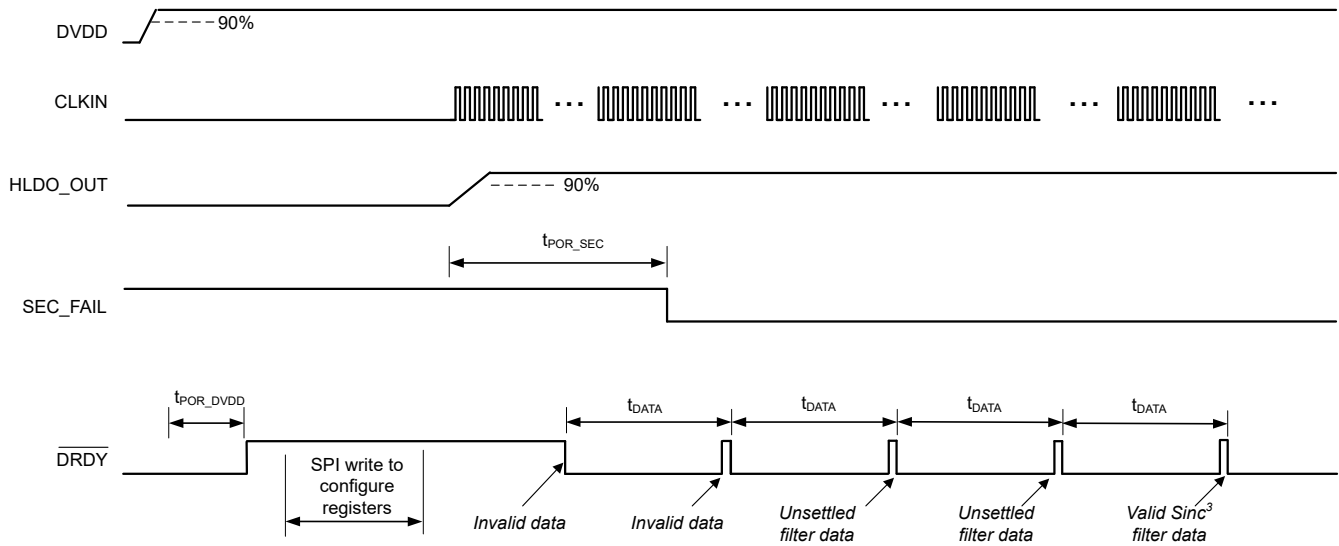
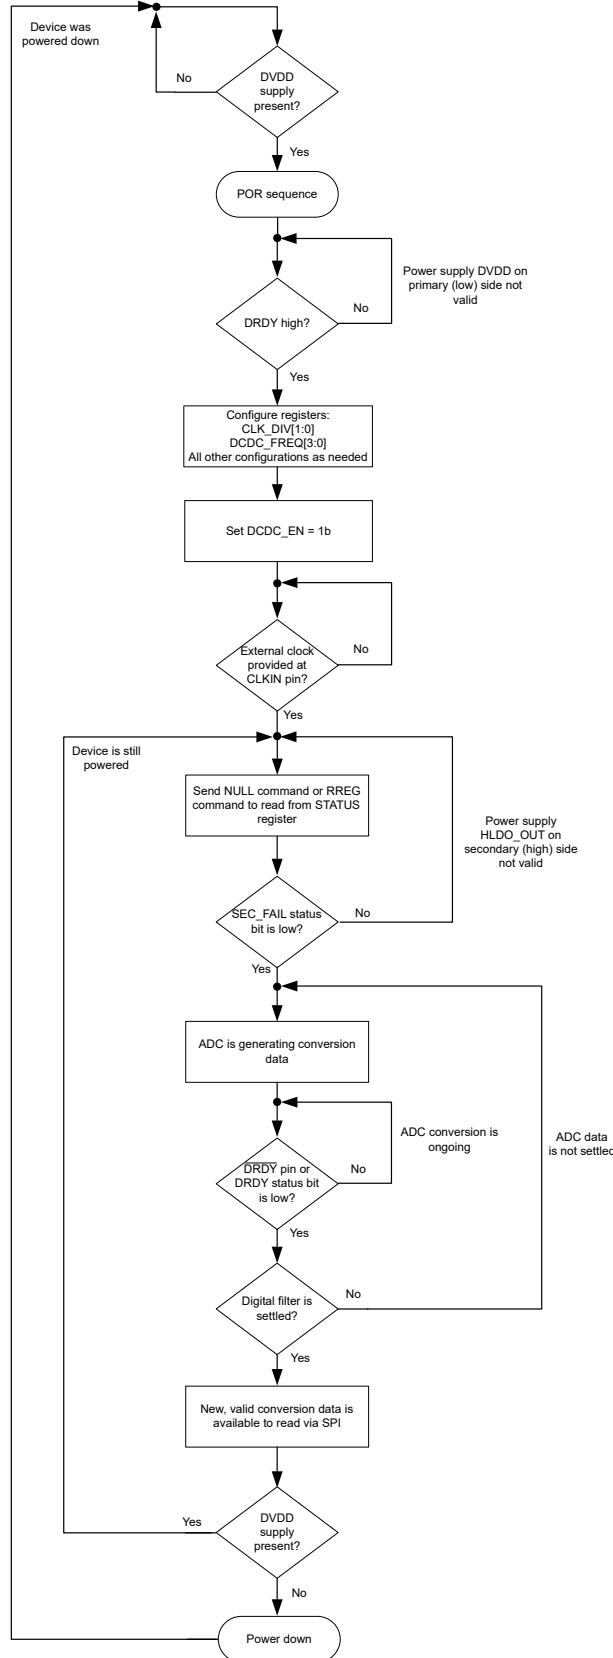

图 8-18. 上电启动行为和稳定时间，OSR = 1024
图 8-19. 上电启动过程的流程图
本节介绍了 AMC131M03-Q1 上电的推荐步骤。图 8-18 所示为使用此建议序列时器件行为的时序图。图 8-19 以图形方式提供了建议序列的流程图。
- $\overline{\text{DRDY}}$ 从高电平转换到低电平表示新的转换数据可用。如图 8-18 所示，只有 SEC_FAIL 在转换期间读取为 0b 时，ADC 数据才有效。图 8-18 中显示的前两个转换结果表示无效数据。
- 当 ADC 生成有效数据时，数字滤波器必须稳定，如 *SINC³* 和 *SINC³ + SINC¹* 滤波器部分所述。图 8-18 中展示的两个后续转换结果是未稳定的结果（假设 OSR 等于 1024），而显示的最后一个转换结果提供了有效的稳定数据。
在图 8-18 中， $t_{\text{POR_SEC}}$ 是从启用直流/直流转换器到 SEC_FAIL 位的第一个下降沿的时间，其中后者表示 HLDO_OUT 引脚上的次级电源已稳定。 $t_{\text{POR_DVDD}}$ 是从 DVDD 电源 90% 到 $\overline{\text{DRDY}}$ 第一个上升沿的时间。